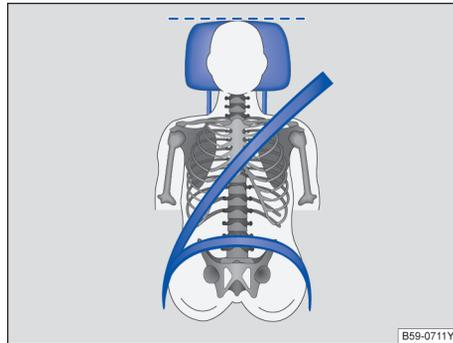

图 24 驾驶员头枕的正确位置
- 调节头枕，使头枕的上沿与您的头顶等高，不可低于眼睛，头部尽可能贴近头枕→图 24。